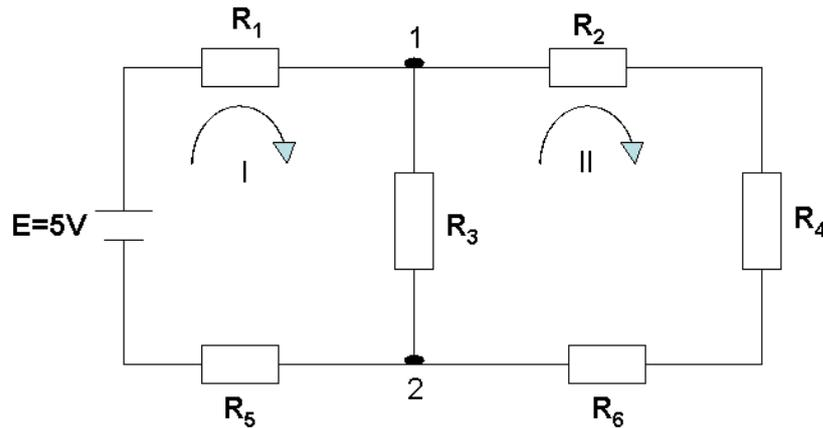

Figura 5.2.: Ilustração da montagem do experimento.
- 1.1** – Monte o circuito apresentado na figura 5.2 e determine com o multímetro, a diferença de potencial (d.d.p.) em cada elemento do circuito. Meça também as resistências. Use os valores obtidos para completar a tabela 5.1.
- 1.2** Desenhe novamente o circuito da figura 5.2 atribuindo a cada elemento os valores de tensão e resistência medidos e os sinais convencionais (+) e (-) colocados corretamente de acordo com os resultados obtidos.
1.6 Desenhe novamente o circuito da figura 5.2 atribuindo os sentidos convencionais corretos para as correntes medidas.